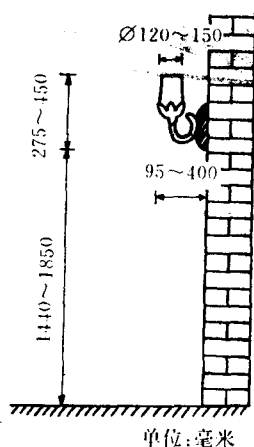

图 1-6 壁灯的适宜尺度
(3) 壁灯。壁灯一般用于卧室、浴室、厨房、更衣室或会议室等。壁灯的亮度要求不高，而在造型与装饰效果方面要求较高，其适宜尺度如图 1-6 所示。